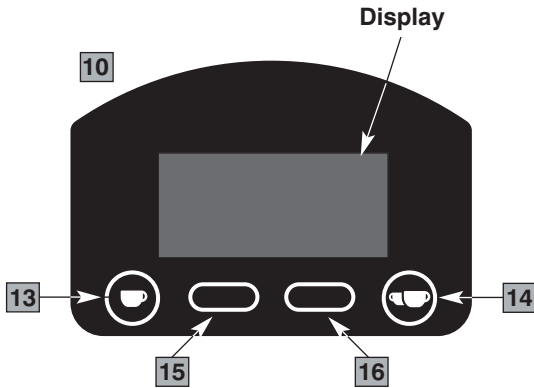
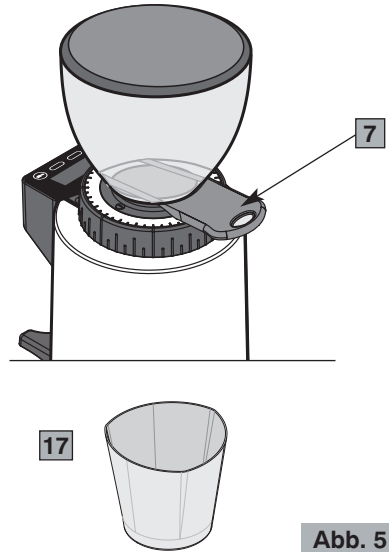

Abb. 4
Abb. 5
### Hauptkomponenten (Abb. 1, Abb. 2, Abb. 3, Abb. 4, Abb. 5)
6. Sich vergewissern, dass der Kaffeebohnenbehälter korrekt aufsitzt und der Kaffeebohnenbehälterverschluss (7 Abb. 5) vollständig bis zum Anschlag offen ist.
4 Zum Mahlen der für eine Einzelportion notwendige Kaffeemenge, die Taste  (13 Abb. 4)
drücken oder die Taste  (14 Abb. 4) für eine Doppelportion.
(13, 14 Abb. 4) gedrückt werden, um zum manuellen Betriebsbildschirm zu
**ANMERKUNG!** Es wird daher empfohlen, kleinere Kaffeemengen zu mahlen und bei jedem Einstellversuch abzuwarten, dass sich die Mahlscheiben vorher entleeren, indem jedes Mahl der Verschluss (7 Abb. 5) geöffnet und geschlossen wird.
(15 Abb. 4) am Hauptbildschirm aufgerufen werden (wenn am "Time"-Bildschirm nichts gedrückt wird, kehrt man nach drei Sekunden auf den Hauptbildschirm zurück).
Zum Programmieren der Einzelportion, die Taste  (13 Abb. 4), und für die Doppelportion, die Taste  (14 Abb. 4) drücken.
Bei der Werkseinstellung (**Impulsmodalität ON**) wirft das Gerät Kaffee aus, indem ganz einfach die Starttaste  (13 Abb. 4) für die Einzelportion und  (14 Abb. 4) für die Doppelportion gedrückt wird.
Wenn während des Auswurfs einer Portion diese Taste neuerlich gedrückt wird, stoppt der Motor, das System hält an und auf dem Display wird die verbleibende Zeit bis zur Beendigung der Portion angezeigt. Nun muss zum Beenden der Portion einfach neuerlich die entsprechende Starttaste (13 oder 14 Abb. 4) gedrückt werden.
Zum **Wechsel der Funktion der Starttaste**, die Taste  (15 Abb. 4) am Hauptbildschirm zweimal drücken, um auf den Bildschirm der **Starttaste** zu gelangen (wenn nichts gedrückt wird kehrt man nach drei Sekunden auf den Hauptbildschirm zurück).